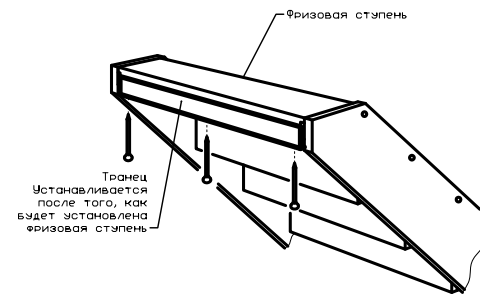

Рис. 14 Установка транца
- 2.8.4 Сборка второго марша производится аналогично первому. К последней ступени второго марша крепится транец. См. Рис. 14.